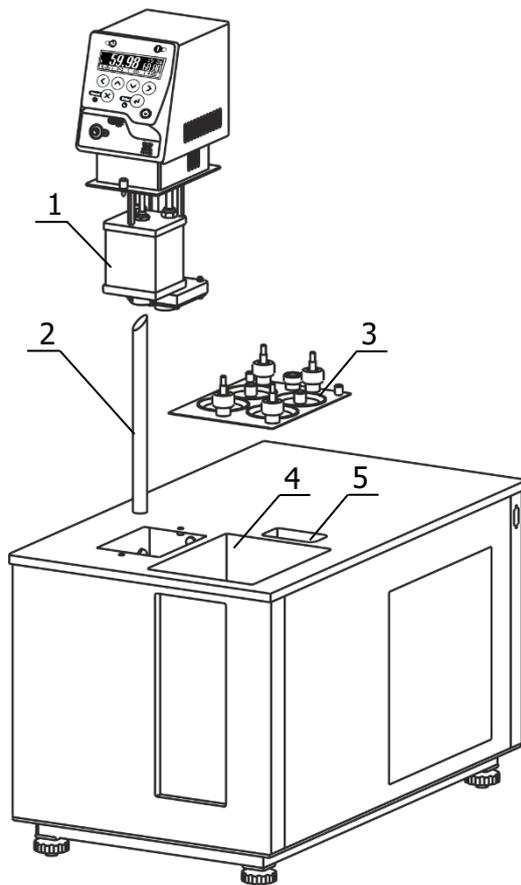
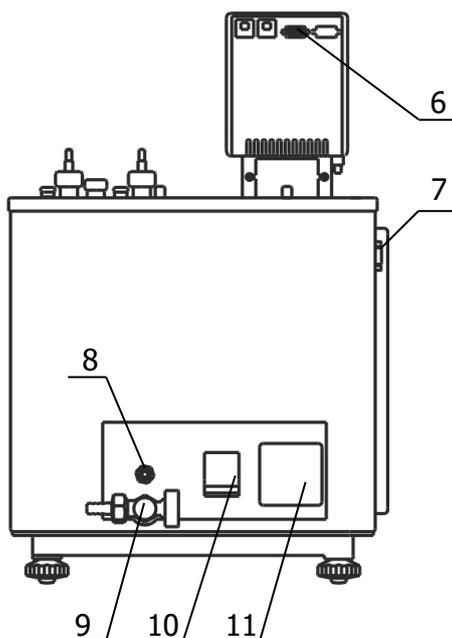

Рисунок 3 — Установка блока регулирования температуры
Рисунок 4 — Задняя панель термостата
2.2.3 Вставить выходную трубку 2 (рисунок 3) в переходное отверстие на дне основной ванны термостата косым срезом вверх, как показано на рисунке 3.
2.2.5 К переливному штуцеру 8 (рисунок 4) присоединить гибкий шланг, второй конец которого опустить в емкость для сбора излишков теплоносителя объемом 1.5–2 литра.
2.2.6 Заполнить ванну термостата теплоносителем через отверстие над рабочей ванной 4 (рисунок 3) до момента начала слива теплоносителя из переливного штуцера 8 (рисунок 4). Температурный диапазон применения теплоносителя должен соответствовать значениям, указанным в 1.2.6.
2.2.7 Вставить вилку сетевого кабеля блока регулирования температуры в розетку 11 (рисунок 4). Соединить кабелем из комплекта поставки блок регулирования температуры (разъем 6) и холодильную машину (разъем 7). Сетевой кабель термостата подключить к питающей сети напряжением 220 В. Для этого в лабораторном помещении должна быть установлена электрическая розетка из комплекта поставки термостата.
2.2.9 Включить блок регулирования в соответствии с документом ТКЛШ 3.222.009-21 РЭ «Блок регулирования температуры погружной циркуляционный М03М серии МАСТЕР». При работе циркуляционного уровня теплоносителя в рабочей ванне поднимется и теплоноситель начинает равномерно переливаться в основную ванну. При этом уровень теплоносителя в основной ванне падает, что может привести к срабатыванию защиты от недостаточного уровня теплоносителя. Доливать теплоноситель следует до момента начала слива из переливного штуцера 8 (рисунок 4).
2.2.10 Причина отсутствия перелива — неправильная работа насоса, вызванная воздушной пробкой, образовавшейся в резервуаре 1 (рисунок 3) блока регулирования температуры. Для ее устранения необходимо:
2.4.5 Надеть сливной шланг из комплекта поставки на кран 9 (рисунок 4) и закрепить его хомутом. Свободный конец шланга опустить в емкость для сбора теплоносителя объемом, превышающим объем термостата.